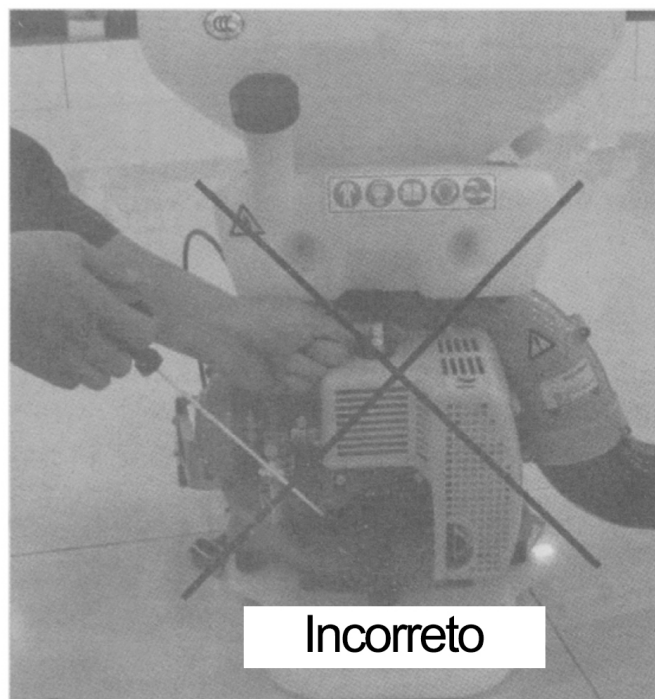

Figura 15
- (1) Motor inicia com dificuldade ou não liga. Verifique se a vela de ignição está faiscando. Retire a vela de ignição, coloque polo lateral para tocar o cilindro. Puxe a partida e observe entre os polos da vela de ignição se há faíscas. Puxe a partida cuidadosamente, não toque na parte metálica da vela de ignição para evitar choques elétricos, como mostrado na Figura 15.